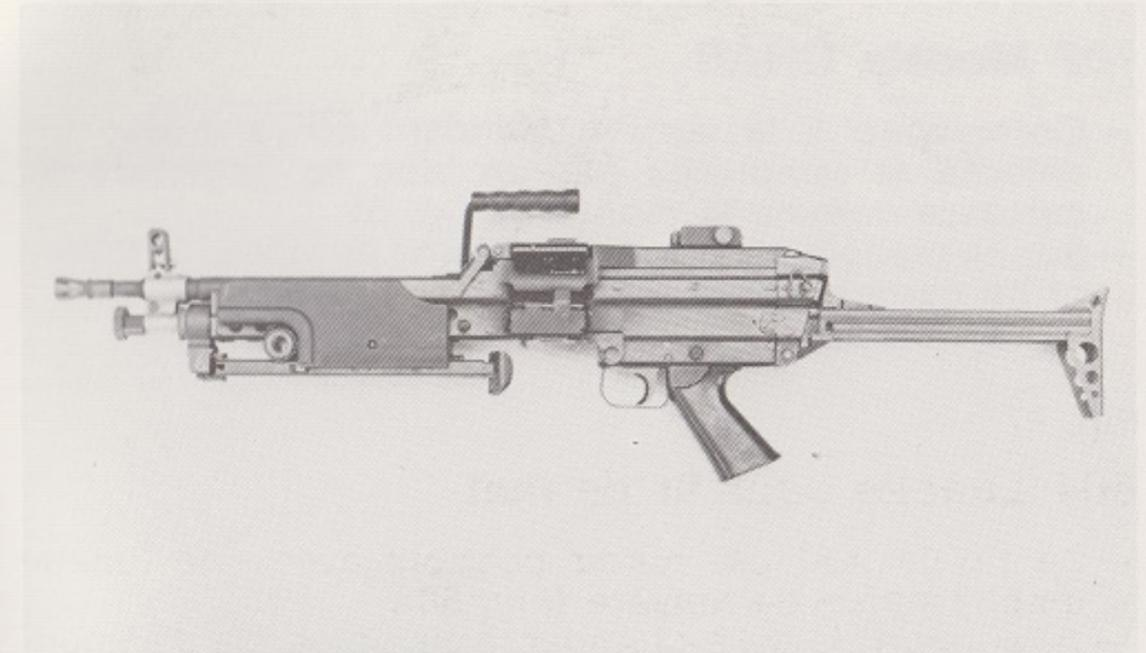

Fig. 59
- Correspond à la version standard mais équipée d'une crosse coulissante et d'un canon court (Fig. 59 et 60).